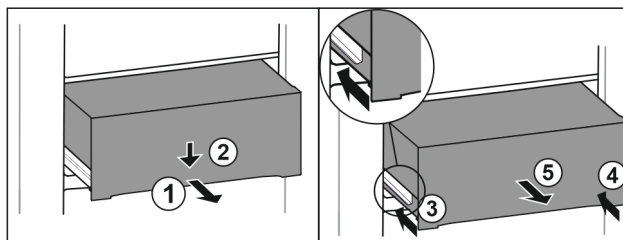

Fig. 140
- ▶ Вытяните выдвижной ящик наполовину. Fig. 140 (1)
- ▶ Вдавите выдвижной ящик в передней части вниз. Fig. 140 (2)
- ▶ Задвиньте левую направляющую прим. на 2 см. Fig. 140 (3)
- ▶ Задвиньте правую направляющую прим. на 2 см. Fig. 140 (4)
- ▶ Извлеките выдвижной ящик движением вперед. Fig. 140 (5)